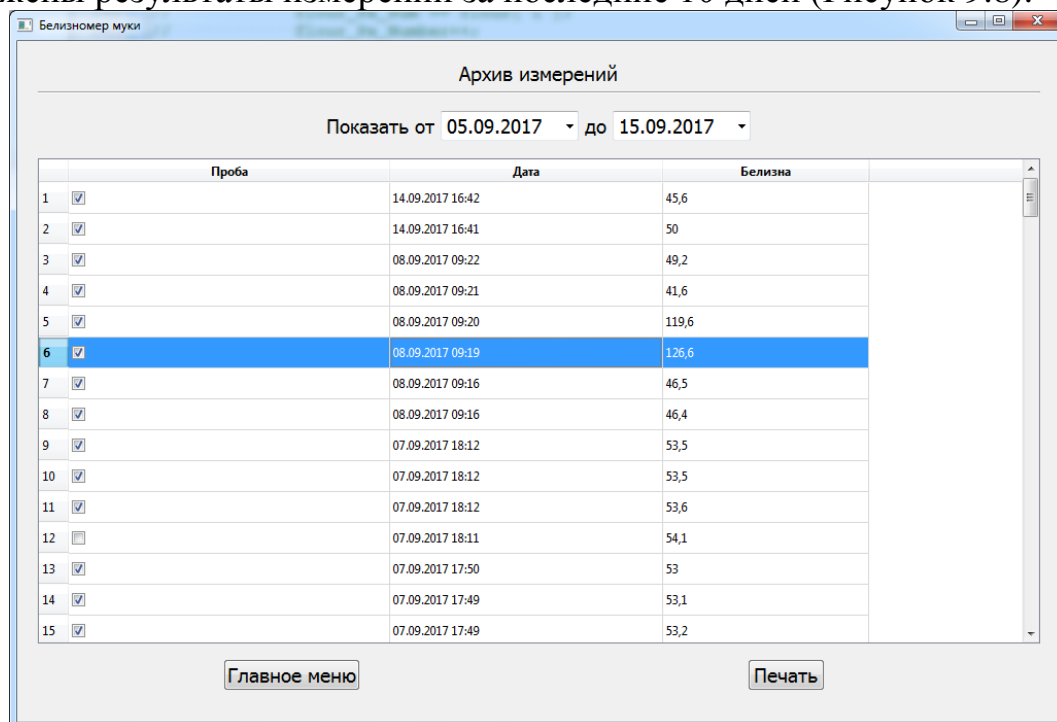

Рисунок 9.7. Результат измерения.
5. Нажать кнопку измерить. В течение нескольких секунд будет произведен расчет белизны и на экране отобразится результат (Рисунок 9.7).